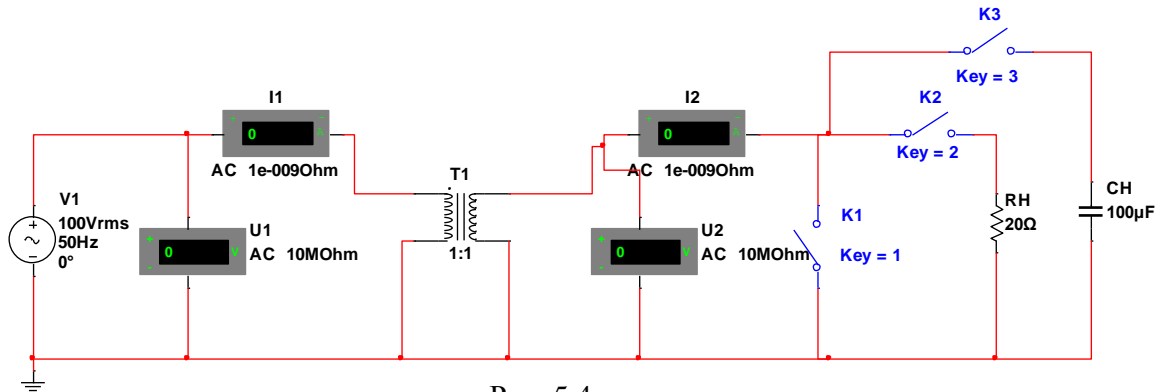

Рис. 5.4
Питание цепи, схема которой показана на рис. 5.4, осуществляется от источника синусоидального напряжения с ЭДС 100 В и частотой 50 Гц, $\omega = 2\pi f = 314 \text{ рад/с}$. С помощью ключей K_1, K_2, K_3 , управляющие клавиши которых 1, 2, 3 указаны на схеме, можно осуществить режимы холостого
3. Включить свой трансформатор в схему, при помощи ключей K_1, K_2, K_3 осуществить четыре режима работы трансформатора: холостой ход, короткое замыкание, активную и емкостную нагрузки при неизменном действующем значении входного напряжения (рис.5.4). Показания приборов внести в табл. 5.3